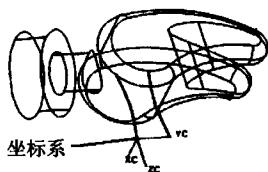

图 1-22 移动坐标系
(3) 把坐标系移动到圆弧的一个端点，并利用菜单“格式”→“WCS”→“旋转”绕+YC 轴旋转+90°，结果如图 1-22 所示。